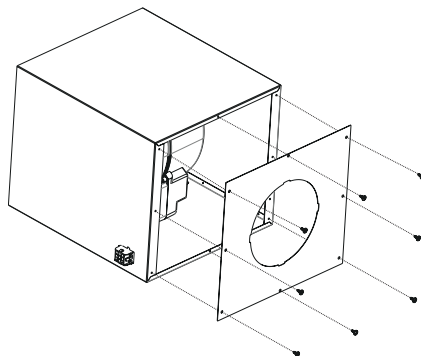

Fig. 16
7. ➔ Montér nu den medfølgende adapterplade til motorkabinettet på med 8 stk 3,5x6,5 skruer.(Fig. 16).